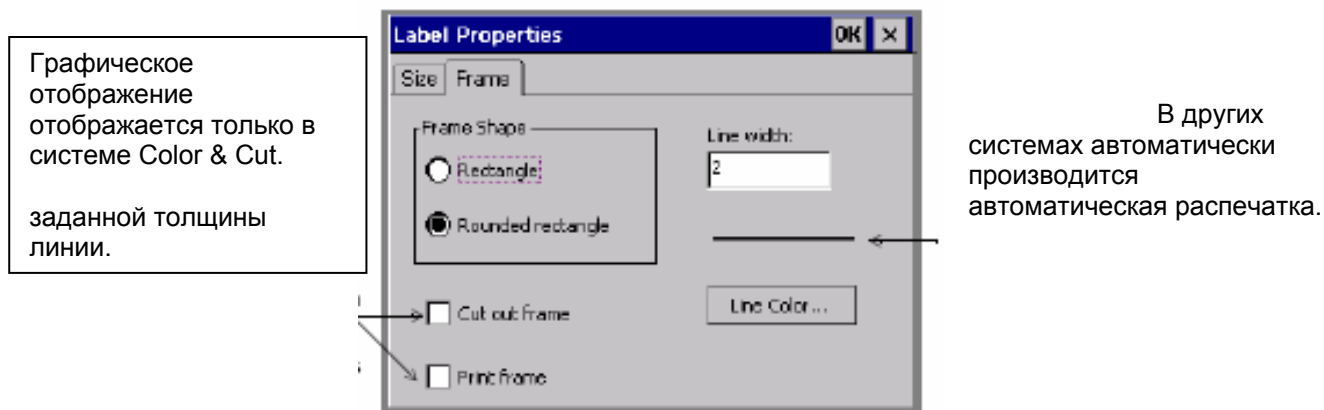

Рис. 6-16. Вкладка **Frame** (рамка) окна **Label Properties** (характеристики этикеток)
- **Frame** (рамка) – для добавления рамки на этикетки (см. рис. 6-16).